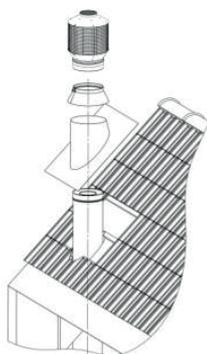

FIG 1: Nouveau élément chapeau sur toit incliné
- Contrôler et vérifier le bon état des passages de la toiture, en particulier les solins en plomb pour les toits en pente (fig. 1) ;